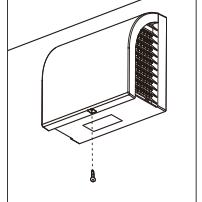

Fig. 6
- (10) Push the Hood onto the Vent cap and secure with the short screw(ST4. 2X12) at the bottom of the Hood. (Fig. 6)
Poussez la hotte dans le capuchon d'évent et sécurisez avec 1 vis courte (ST4. 2X12) en bas de la hotte. (fig. 6)
Empuje la Capota a la Tapa de Ventilación y asegure usando 1 tornillo corto (ST4. 2X12) en la parte inferior de la Capota. (Fig. 6)